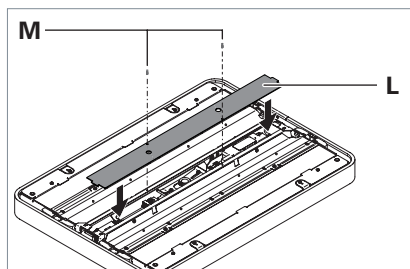

Fig. 12: Montaggio della copertura.
- Collocare la copertura **L** sulla testa dell'apparecchio, vedi Fig. 12.